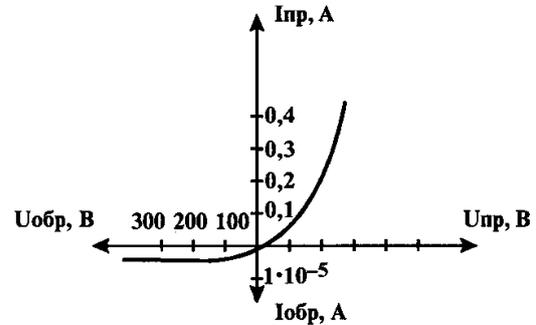

Рис. 11.5 Вольт-амперная характеристика
6. По вольт-амперной характеристике выпрямительного диода, изображённой на рис. 11.5, определите сопротивление диода по постоянному току при включении тока в прямом и обратном направлении, если к диоду приложено напряжение $U_{пр} = 0,5 \text{ В}$ и $U_{обр} = -50 \text{ В}$.